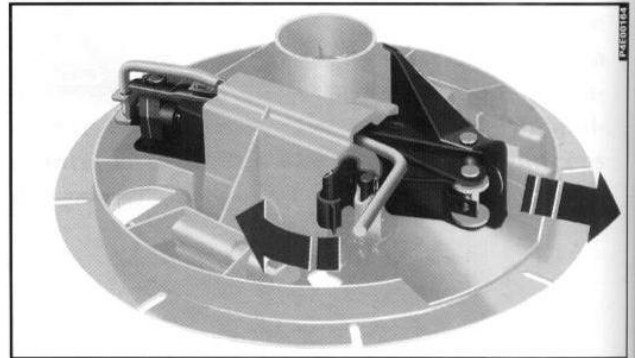

fig. 3
– Soltar as ferramentas, remover o macaco **fig. 3** destravando e puxando-o de sua sede.